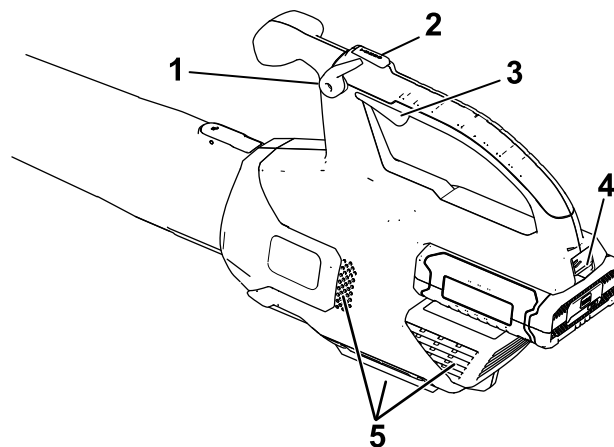

Figure 4
2. Pour mettre le souffleur en marche, serrez la gâchette de vitesse variable (Figure 4).
**Remarque:** Enclenchez le blocage de vitesse pour laisser la machine tourner sans avoir à appuyer sur la gâchette de vitesse variable (Figure 4).
Pour accélérer le débit, appuyez sur le bouton Turbo Boost et maintenez-le enfoncé pendant la durée souhaitée (Figure 4).
Pour régler le débit du souffleur en marche, serrez la gâchette de vitesse variable (Figure 4).
Pour maintenir le débit d'air actuel, engagez le blocage de vitesse (Figure 4).
Pour arrêter le souffleur, déverrouillez le blocage de vitesse (le cas échéant) et relâchez la gâchette de vitesse variable (Figure 4).